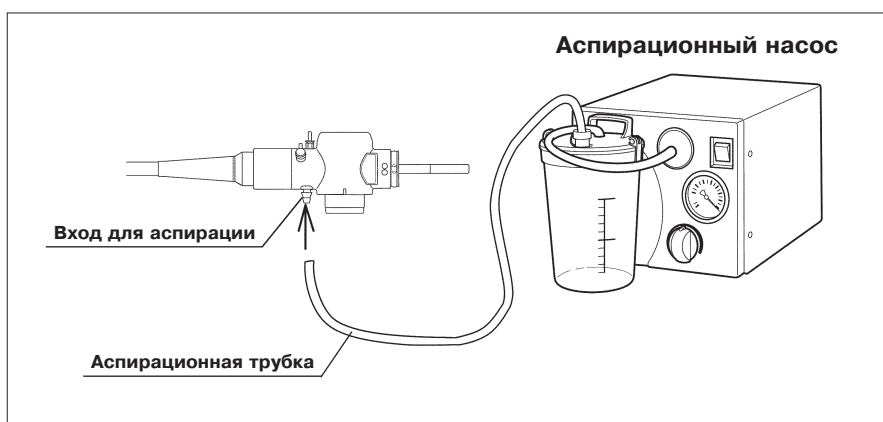

Рис. 3.21
8. Присоедините аспирационную трубку от насоса к входу для аспирации на коннекторе эндоскопа (см. рис. 3.21).